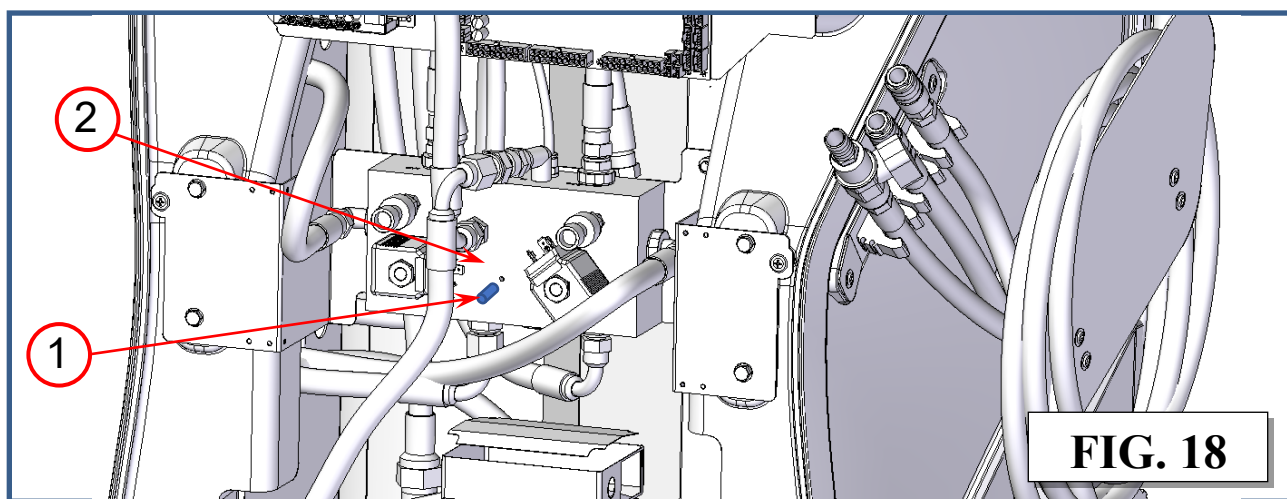

FIG. 18
Débrancher la sonde de température d'huile (réf. 1, Fig. 18) du collecteur (réf. 2, Fig. 18) et donc en mesure de lire la température ambiante.
8. Remettre en place la baïonnette de fixation du réservoir d'huile neuve (réf. 1, Fig. 18).